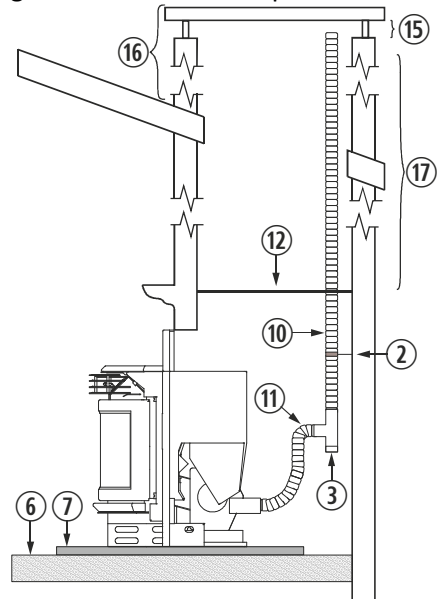

Figura 11
4.29. A instalação de um encastrável numa chaminé de obra pode ser feita em toda a sua totalidade em tubo flexível, tal como indicado na *figura 11*. Devemos ter especial cuidado na hora de realizar o isolamento entre a chaminé e o tubo da saída de gases para evitar possíveis retrocessos de gases em caso de tempestade.
②	Abraçadeira de união de aço inox.
③	Tê de 90° com registro.
⑥	Chão de madeira.
⑦	Protector de chão incombustível.
⑩	Tubo de aço inox flexível.
⑪	União adaptadora de flexível a rígido.
⑫	Isolante anti-retrocesso.
⑮	Mínimo 200mm.
⑯	Deve ultrapassar o teto em 1 metro.
⑰	Superior a 8 m, aumentaremos uma medida.